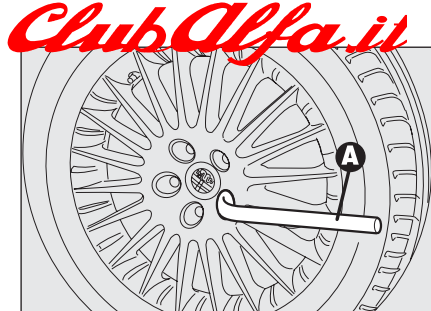

fig. 5
- ☐ utilizzando la chiave in dotazione **A-fig. 5** allentare di circa un giro i bulloni di fissaggio; scuotere la vettura per facilitare il distacco del cerchio dal mozzo della ruota;